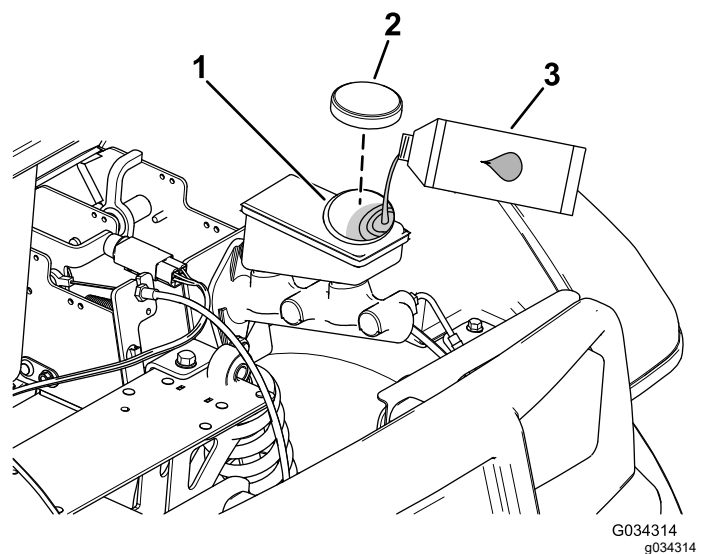

Figura 62
4. Eleve el capó para acceder al cilindro del freno principal y al depósito (Figura 62).
- Limpie la zona alrededor del tapón del depósito y retire el tapón (Figura 62).
- Coloque el tapón del depósito (Figura 62).